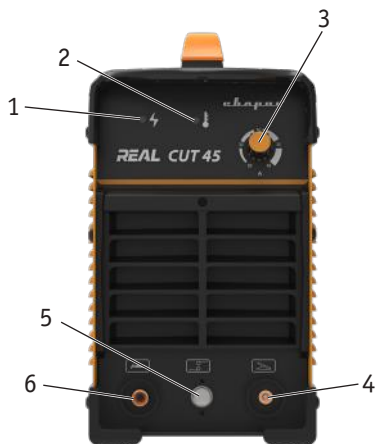

Рис. 6.1. Вид спереди.
**3.** Подключите силовой вход плазматрона к разъёму аппарата на передней панели (См. рис. 6.1, п. 6.), убедитесь в плотной фиксации соединения.
**4.** Подключите разъём управления плазматроном к разъёму аппарата на передней панели (См. рис. 6.1, п. 5.)